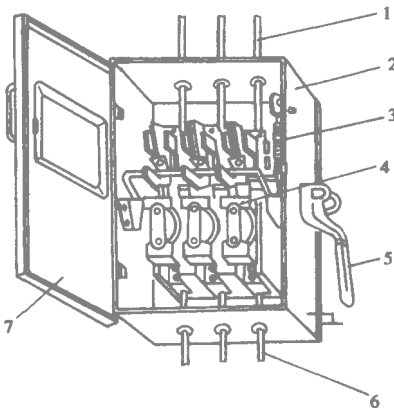

图 1-4 铁壳开关的内部结构
2) 铁壳开关。又称封闭式负荷开关(图 1-4)是一种手动控制开关。它由刀闸、速断弹簧、刀座、操作手柄和熔断器等组成,并装